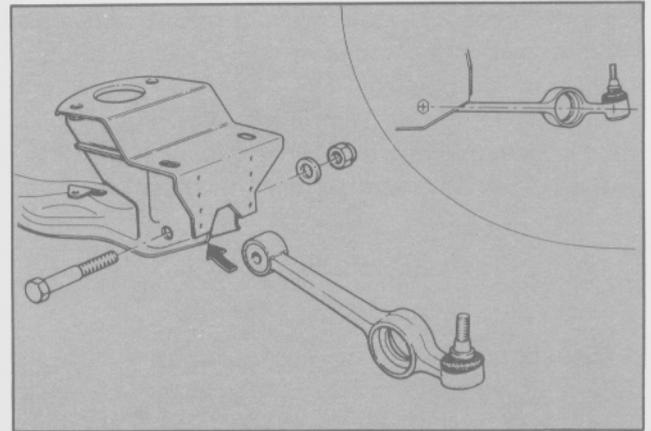

Fig. 2. Fijación del brazo inferior al travesaño
- Retirar la tuerca autofrenante, arandelas y tornillos de pivote del brazo inferior. Extraer los brazos del travesaño (Fig. 2).